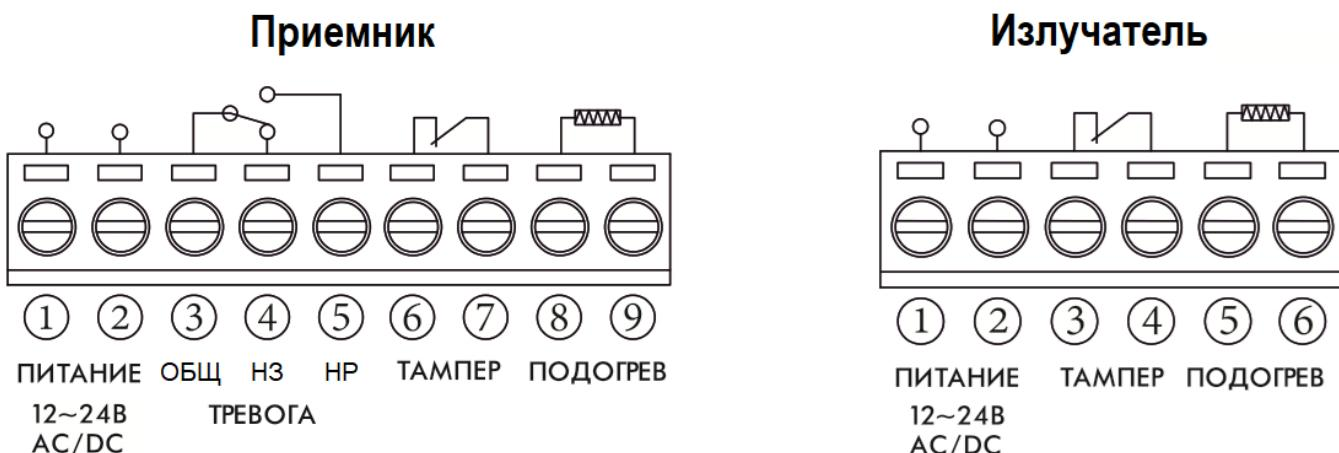

Рисунок 1.1 - Расположение контактов на клеммных колодках приемника и излучателя
Извещение «Вскрытие» формируется при вскрытии корпуса излучателя или приемника путем размыкания контактов тампера (контакты «6» и «7») - см. рисунок 1.1.
- клеммные колодки для подключения питания и шлейфов сигнализации (см. рисунок 1.1);
1.2.2.2 Модули подогрева подсоединяются к клеммным колодкам ПОДОГРЕВ излучателя и приемника (см. рисунок 1.1).